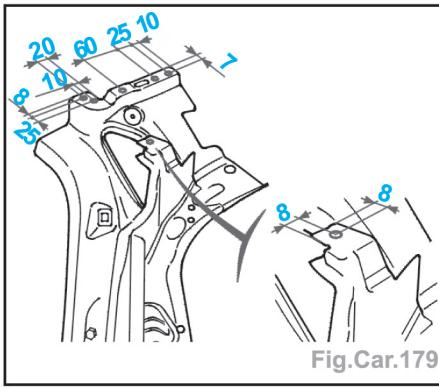

Fig.Car.179
- Tracer puis percer au Ø **8 mm** pour soudage ultérieur par points bouchons et préparer les bords d'accostage (Fig.Car.179).